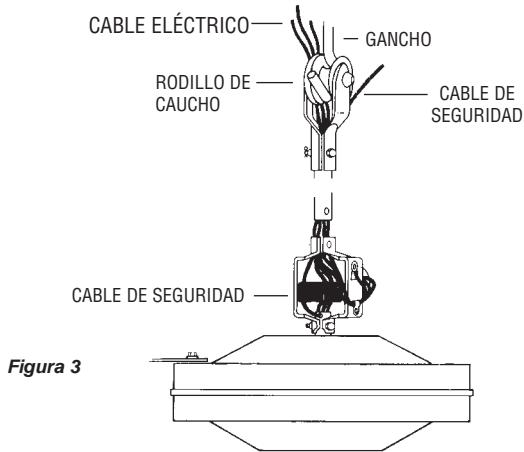

Figura 3
- Este ventilador está equipado con el cable de "soporte secundario" requerido. Este cable de seguridad debe sujetarse a la estructura de vigas y sujetarse de manera segura de tal manera que soporte el peso del ventilador en caso que falle el gancho de montaje u otras piezas. Despues de enrollar el cable de seguridad alrededor de un miembro estructural que soportará 300 lbs., asegure el cable con los sujetadores de cable suministrados según se ilustra en la Figura 3. (NOTA: Cualquier material adicional necesario para instalaciones específicas puede comprarse a su distribuidor local).